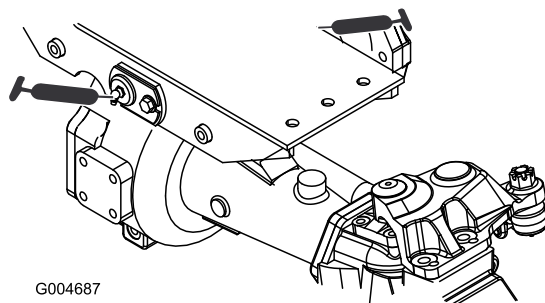

Figure 35
- 2 bagues de pivot d'essieux avant et arrière (Figure 35)